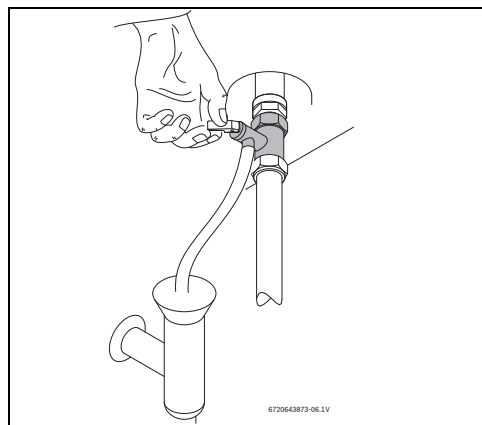

Рис. 11 Открытие предохранительного клапана вручную
- Откройте предохранительный клапан (рис. 11).
- ▶ Минимум один раз в месяц открывайте вручную предохранительный клапан (рис. 11).